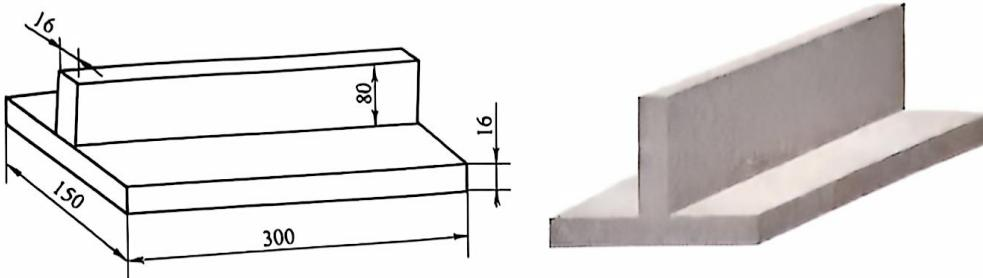

图 2-20 中厚板 T 形角接产品的结构和尺寸
(1) 焊件结构和尺寸 中厚板T形角接产品的结构和尺寸如图2-20所示。